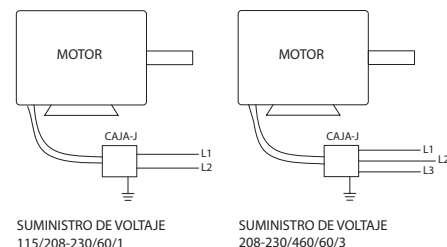

Figura 3 – Diagrama de una Instalación Eléctrica Típica
NOTA: Consulte la Figura 3 para ver el diagrama de la instalación eléctrica.
- Monte y conecte el interruptor de desconexión segura en el bastidor motriz o fuera de la tapa de la base de montaje fija y conecte el motor según el diagrama de cableado del motor. Conecte los interruptores de control a nivel del suelo. Consulte la Figura 3 anterior para conocer el diagrama de cableado.